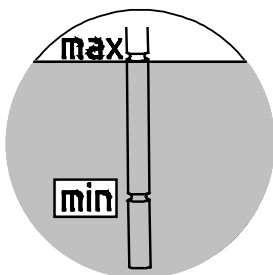

Figure 27 : Contrôle du niveau d'huile avec la jauge
4. **Réducteur avec réservoir de niveau d'huile** : dans le réservoir de niveau d'huile, le niveau d'huile doit être vérifié à l'aide de la vis de fermeture équipée d'une jauge (filetage G1¼). Le niveau d'huile doit être compris entre les valeurs maximum et minimum indiquées sur la jauge complètement vissée (voir la Figure 27). Le niveau d'huile doit éventuellement être compensé avec le type d'huile correspondant. Ces réducteurs ne peuvent être utilisés que dans la position de montage indiquée au chapitre 7.1 "Formes et maintenance".